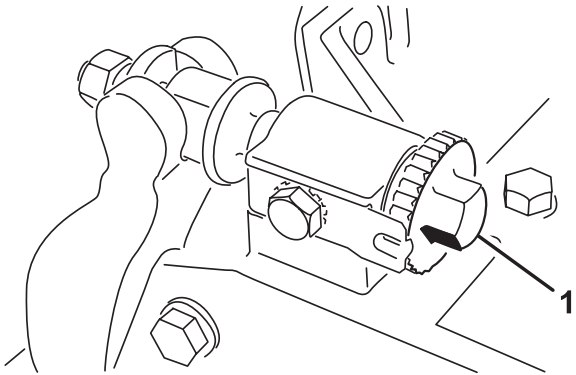
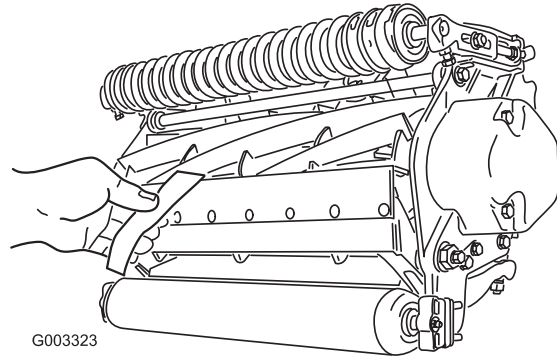

Figure 7
Figure 8
1. Placez la machine sur un sol plat et horizontal. Supprimez le contact avec le cylindre en tournant le bouton de réglage de la barre d'appui dans le sens anti-horaire (Fig. 7).
3. A une extrémité du cylindre, insérez une bande de papier journal entre le cylindre et la contre-lame (Fig. 8). Tout en tournant lentement le cylindre en avant, tournez la vis de réglage de la barre d'appui dans le sens horaire (du même côté du cylindre) (Fig. 7), un cran à la fois, jusqu'à ce que le papier soit pincé légèrement lorsque vous l'introduisez par l'avant, parallèle à la contre-lame. Vous devriez sentir une légère résistance lorsque vous tirez sur le papier.
5. Vérifiez ensuite si le cylindre peut saisir le morceau de papier inséré par l'avant et le couper lorsqu'il est inséré perpendiculairement à la contre-lame (Fig. 8). Normalement, le papier doit être coupé avec un minimum de contact entre la contre-lame et les lames du cylindre. Si vous sentez un frottement/contact excessif du cylindre, vous devez alors roder ou rectifier les lames pour obtenir les brods tranchants nécessaires à une coupe de précision (voir le Manuel d'affûtage pour tondeuses rotatives et à cylindres Toro, Form No. 80-300PT).